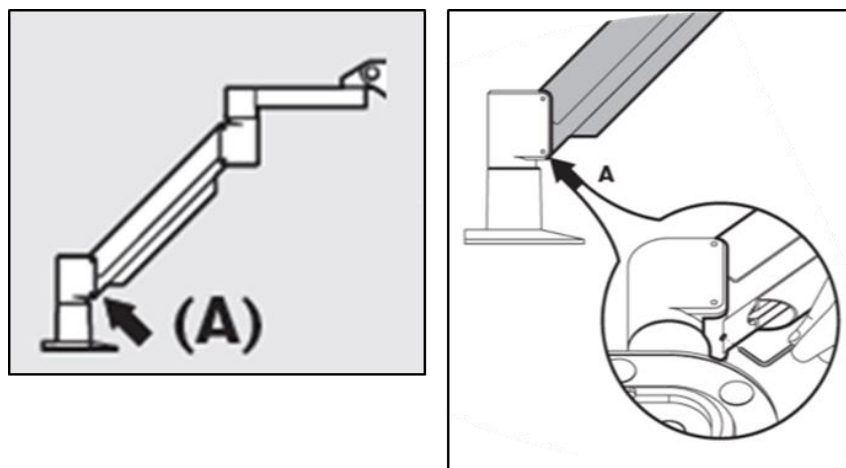

Figura 4-5. Afloje el tornillo A de ajuste del contrapeso
- Si el brazo se desplaza hacia abajo, levante el brazo hasta la posición superior y afloje el tornillo A de ajuste del contrapeso girando el tornillo como mínimo $\frac{1}{2}$ vuelta. Utilice una llave Allen de $\frac{3}{32}$ ". Véase la figura 4-5.
- Suba el brazo a su posición más alta y apriete el **tornillo A de ajuste del contrapeso** hasta que haga contacto y, a continuación, apriete de $\frac{1}{2}$ a $\frac{3}{4}$ vueltas como máximo. Véase la figura 4-5.